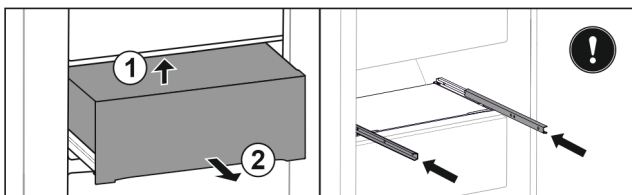

Fig. 29 *
- ▶ Поднимите выдвижной ящик сзади снизу Fig. 29 (1)*
- ▶ Извлеките движением вперед Fig. 29 (2)*